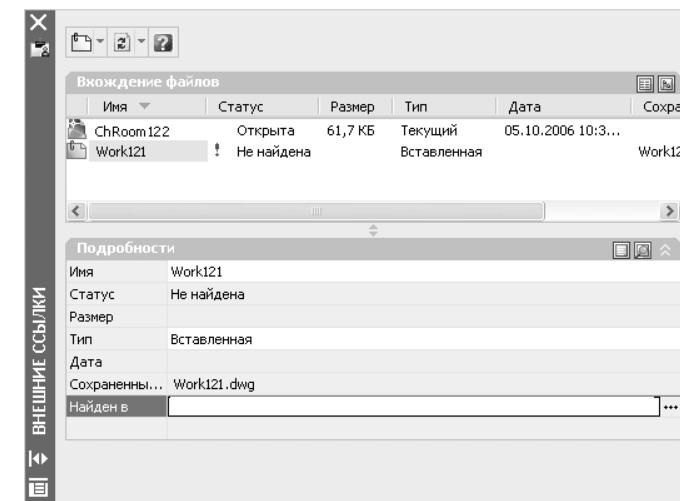

Рис. 12.24 ▼ Палитра **Внешние ссылки** (External References) с разделом **Подробности** (Details) для отсутствующей внешней ссылки
6. Откройте палитру **Внешние ссылки** (External References) любым удобным для вас способом, щелкните на внешней ссылке, которая отсутствует в открытом файле главного чертежа, а затем щелкните на строке **Найден в** (Found at) в разделе **Подробности** (Details), расположенном под списком ссылок текущего чертежа. Справа от строки **Найден в** (Found at) появится небольшая кнопка с символами **+++** (рис. 12.24).